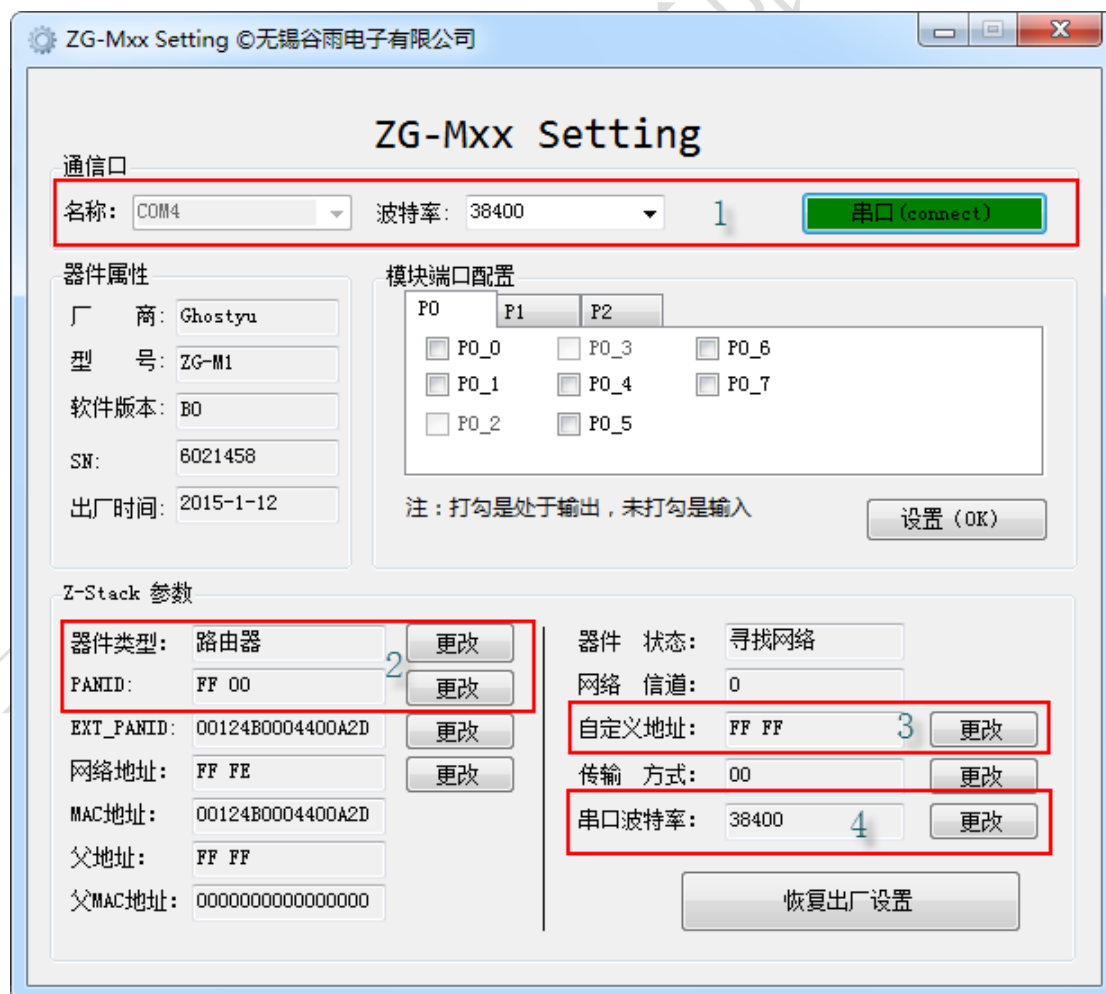

图 6 ZG-Mxx 设置界面图
1. 将其中的一个 ZG-Mxx 模块配置成协调器, 来创建网络, 其 PANID=0xFFFF0。为了方便用户对 ZG-Mxx 模块进行设置, 我们提供了相应的 PC 端 APP 来帮助大家轻松完成你想要的配置。其操作的界面如图 6 所示。第一步就是连接 ZG-Mxx 模块, 在图 6 的界面中选择相应的串口, 选择相应的波特率, 然后点击后面的串口按钮。如果在应串口上有 ZG-Mxx 模块, 按钮就会变成绿色背景。如图 6 中 1 所示。接着就是用户根据自己的需要配置相应的参数。其中更改器件类型, PANID, 都会引起 ZG-Mxx 模块的重启。如果对这些参数设置成功, ZG-Mxx 模块将会在 1 秒钟后重新启动。关于 ZG-Mxx Setting 使用说明, 请参考该软件工具的使用说明。
用户可以根据图 6 所示的界面对连接在 PC 的串口上的 ZG-Mxx 模块进行相应的设置,
3. 设置成路由器之后，如果其还没有加入网络，则其网络地址为 FF FE，父地址为 FF FF，父 MAC 地址为 0000000000000000，如图 6 所示。其底板上的绿灯与红灯都会在闪烁，表示其正在寻找网络。而图 6 中的 PANID 一项显示其想要加入网络的网络标识。如果其成功加入网络，底板上的黄灯就会常亮。而对于协调器而言，其本身就是创建网络的设备，所以只要 ZG-Mxx 模块是协调器，其底板上的黄灯就会常亮。